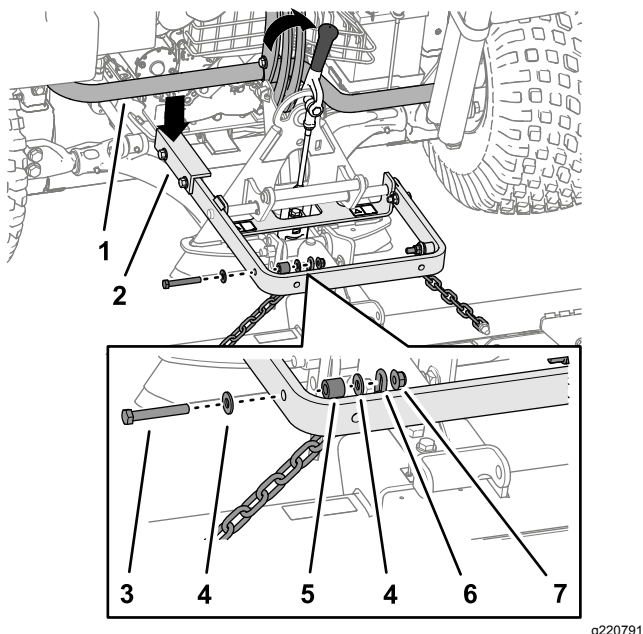

Рисунок 7
Внимание: Длинное плечо рычага подъема должно располагаться под задним узлом рамы тягового блока (Рисунок 7).
Для подъема и передвижения навесного оборудования используйте рукоятку сзади переходника навесного оборудования (Рисунок 7).
5. Прикрепите верхнее звено каждой цепи к краю рычага подъема (Рисунок 7), используя болт (3/8 x 2-1/2 дюйма), 2 шайбы (3/8 x 7/8 дюйма), проставку и контргайку (3/8 дюйма).